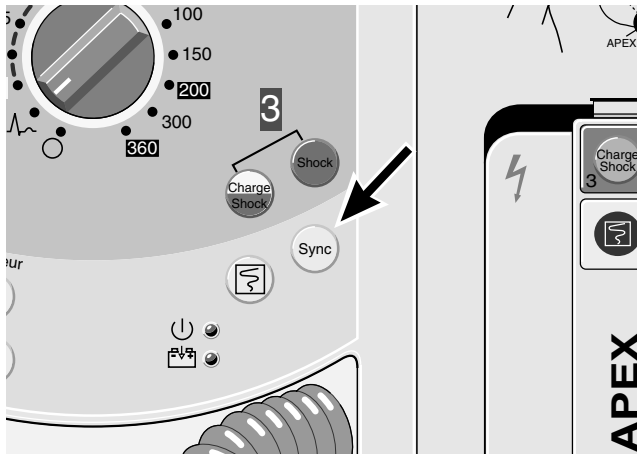

Bild 5-3. Taste zum Umschalten auf synchronisierte Defibrillation
- \* Drücken Sie die Taste  (Bild 5-3).